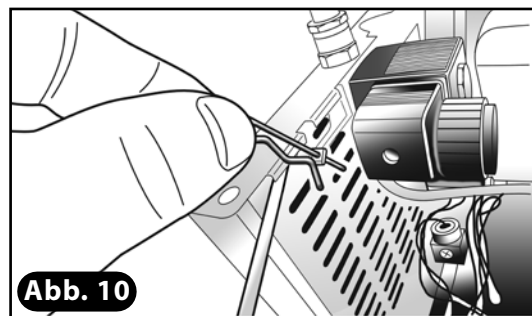

Abb. 10
- 9) Mit einem Seitenschneider den überstehenden Teil des Widerstands abkneifen (**Abb. 10**).
- 15) Rutsche wieder am Gehäuse positionieren (C) und Befestigungsschraube festziehen.
- 16) Sicherheitssplint aus der Gehäuse-Stützstange entfernen, dabei das Gehäuse mit der anderen Hand halten (**Abb. 10**).